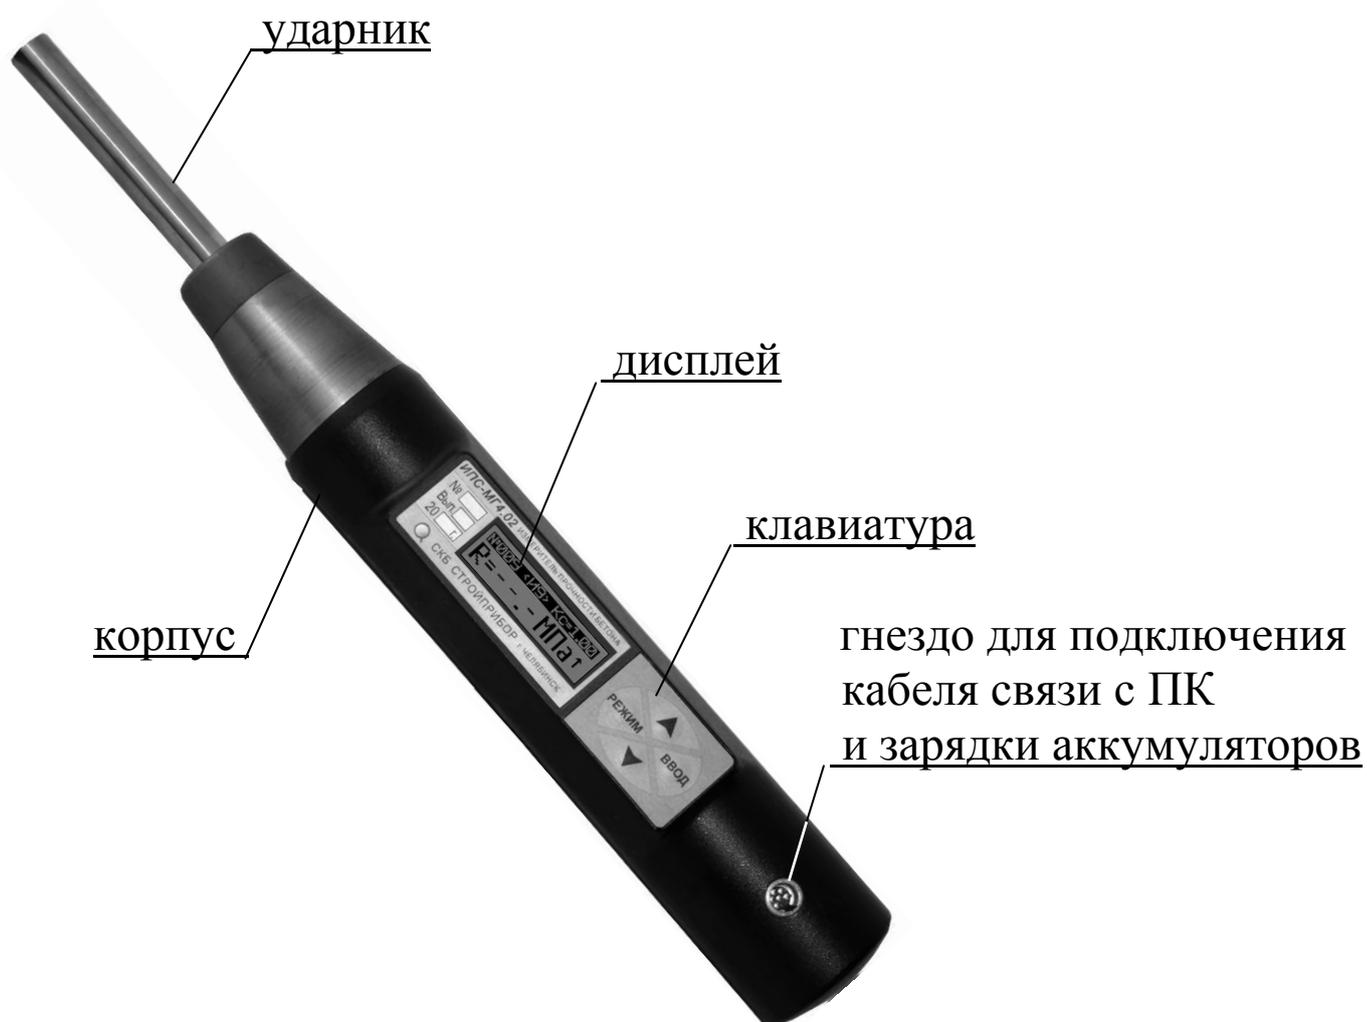

Рисунок 1 - Общий вид прибора ИПС-МГ4.02
1.3.1 Конструктивно прибор выполнен в виде ударного механизма (склерометра), совмещенного с электронным блоком (рисунок 1).